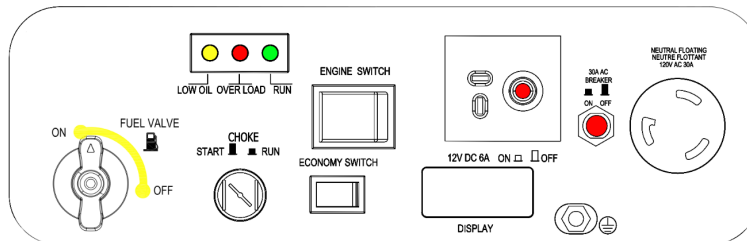

Figure 2. Panneaux de commande
2.2 Panneau de commande, figure 2.